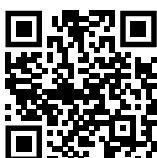

Fig. 109
- Відкрити Liebherr SmartMonitoring Dashboard. (див. Fig. 109)